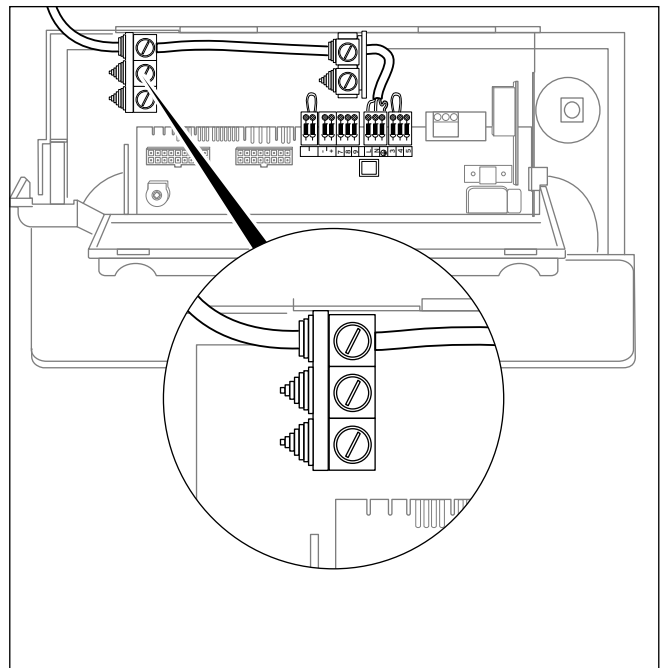

Abb. 5.8 Kabelführung für die Haupt-Stromversorgung
- Verlegen Sie die Netzzuleitung zur Anschlussebene im Schaltkasten wie in Abb. 5.8 und 5.9 gezeigt.
- Stellen Sie sicher, dass das Anschlusskabel für die Haupt-Stromversorgung durch den oberen Kabelkanal in die Elektronikbox geführt wird; siehe Abb. 5.8.